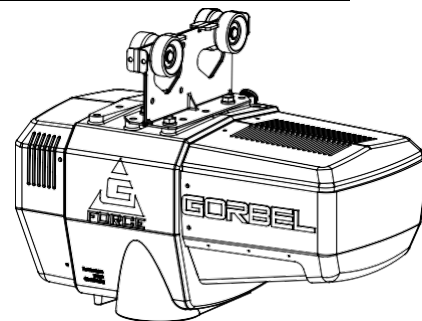

Fig. 3A. Gruppo azionatore standard.
- 3.1 Il modello standard di G-Force^{MD} viene consegnato con ruote premontate sul carrello dell'azionatore (**Fig. 3A**).